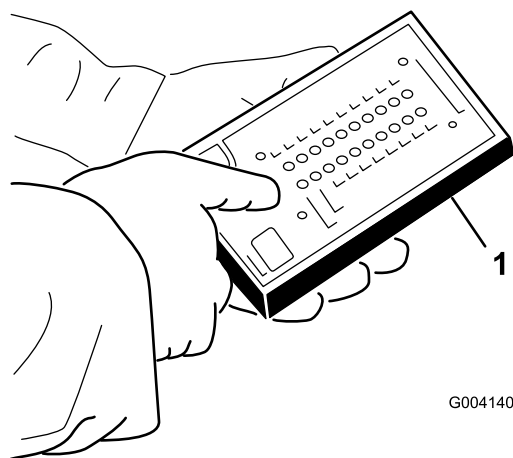

**Figura 47**
3. Localice el arnés de cables y los conectores, que están situados cerca del controlador (Figura 47).